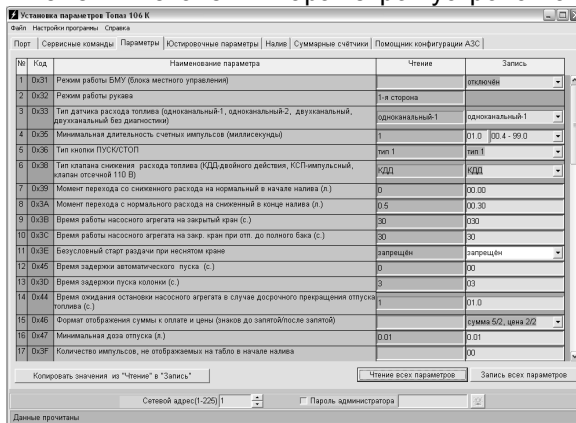

Рисунок 3
7.3 На вкладке "Параметры" (рисунок 3) можно просмотреть и при необходимости изменить значения параметров устройства.